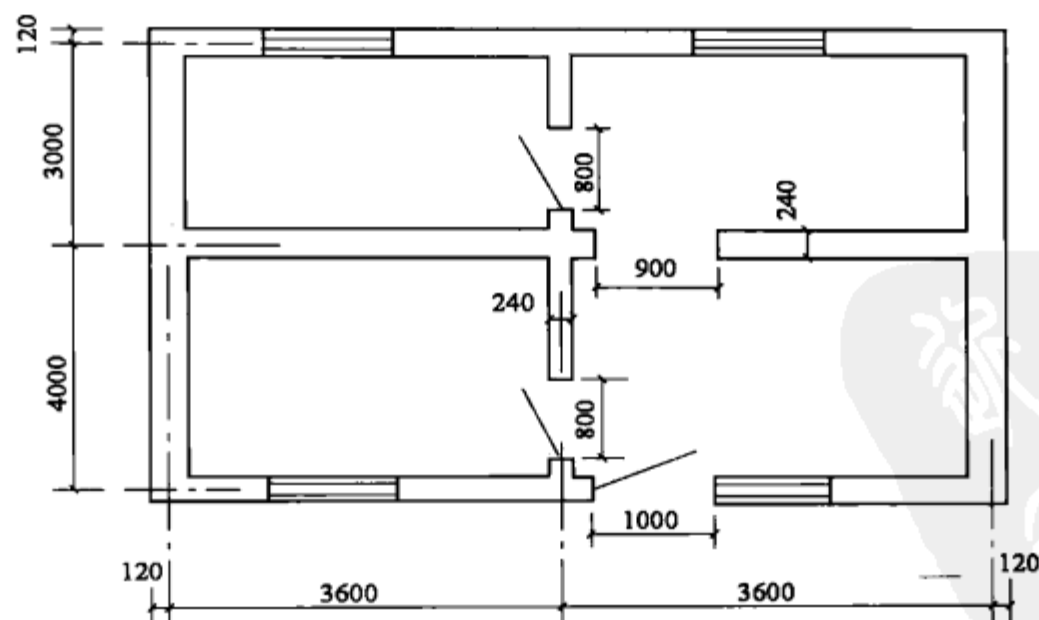

图 5-16 内墙刷乳胶漆平面图
**【例 17】** 若如图 5-16 示为内墙刷乳胶漆,做法为:满批腻子两遍,刷乳胶漆两遍。设楼层高度为 2.9m,预制空心楼板厚 120mm;门及空圈高 2.1m,窗洞尺寸 2.2m × 1.4m。求其工程量。